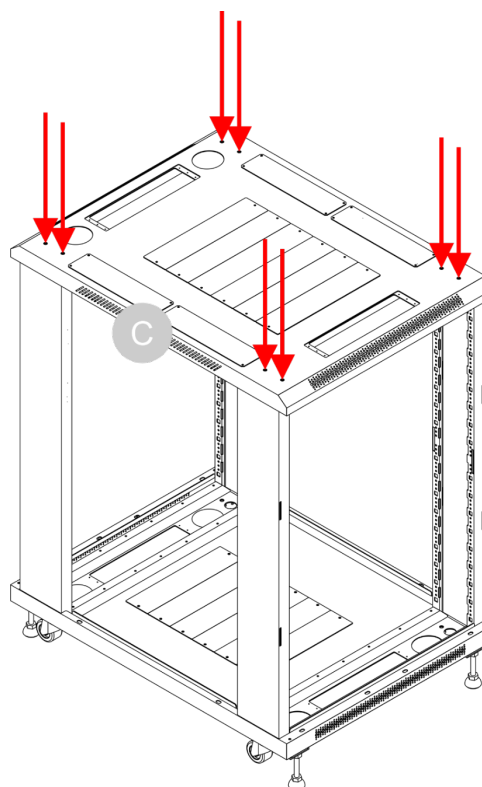

Fig. 28
- 12) Fissare i 4 angoli della **piastra superiore (C)** ai 2 telai (B) con **viti 4 x 2 (M)**, come indicato nella Fig. 28.